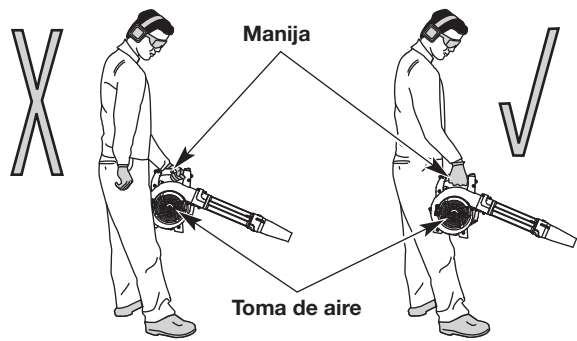

Fig. 9
- Párese en la posición de arranque (Fig. 9). Párese derecho. No se incline sobre el aparato.
- Sujete firmemente la manija con la mano derecha (Fig. 9). Si sostiene la manija con la mano izquierda, puede bloquear la toma de aire con el lado izquierdo del cuerpo (Fig. 9). **NUNCA** bloquee la toma de aire.